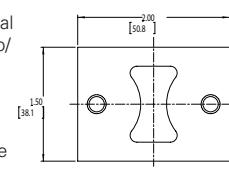

Figura 4
- Después de instalar el disyuntor de circuito/HMCP, Monte la placa de horquilla apropiada en la horquilla con los dos (2) tornillos de 1/4-20 x 3/4" proporcionados y dos (2) arandelas de seguridad divididas en 1/4 tal como se muestra en la imagen y apriete los tornillos a 30 in.-lb. (3.4 N-m). Consulte la Figura 4 y el Cuadro A4 para elegir la placa de horquilla correcta para el ensamble.
* Consulte la Figura 4 en la página 2 para obtener más información sobre la placa de horquilla.